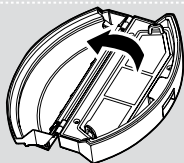

Fig. 19
3. Enlevez tous les filtres et nettoyez-les séparément. Le montage se fait dans l'ordre inverse. **[Fig. 19,20]**